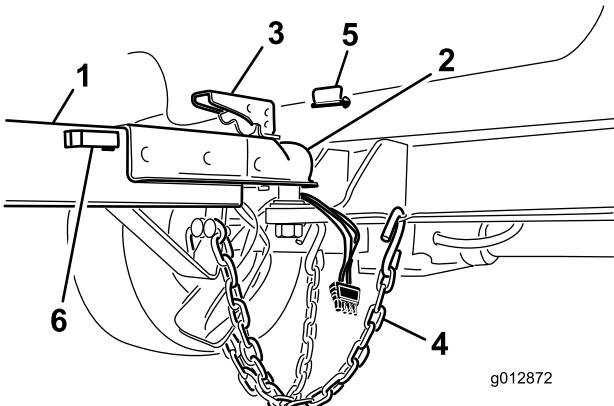

図 11
2. トングのカップラレバーを持ち上げながら、カバーをボールヒッチの上に降ろす(図 11)。